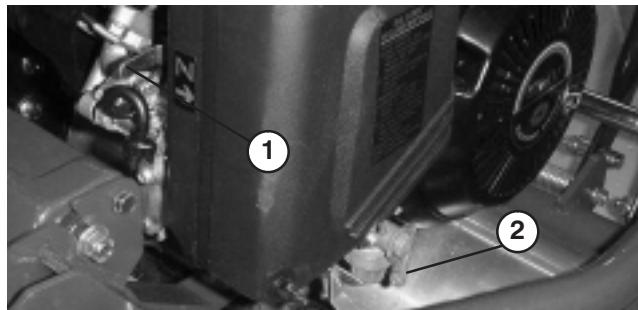

Bild 24
Der Chokehebel (Bild 24) befindet sich vorne links am Motor. Dieser Hebel hat zwei Stellungen: Betrieb und Choke. Stellen Sie beim Anlassen eines kalten Motors den Hebel auf Choke. Stellen Sie nach dem Starten des Motors den Hebel auf die Stellung „Lauf“.
Der Kraftstoffhahn (Bild 24) befindet sich vorne links am Motor. Dieser Hahn hat zwei Stellungen: Geschlossen und Offen. Stellen Sie den Hahn auf die geschlossene Stellung, wenn Sie die Maschine einlagern oder transportieren. Öffnen Sie den Hahn vor dem Starten des Motors.
- Öffnen Sie den Kraftstoffhahn am Motor (Bild 24).
- Stellen Sie beim Anlassen eines kalten Motors den Chokehebel (Bild 24) auf die halbgeöffnete Stellung. Der Choke wird ggf. beim Starten eines warmen Motors nicht benötigt.